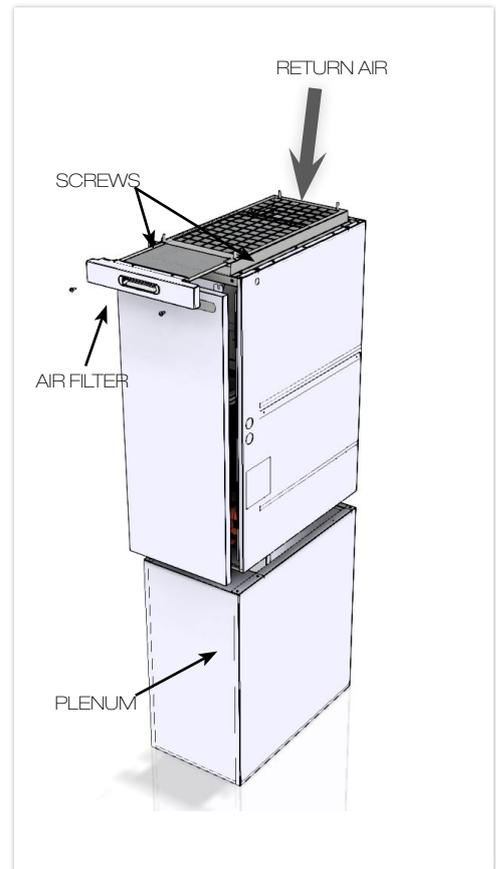

FIGURE 2. DOWNFLOW CONFIGURATION
9.3 DOWNFLOW CONFIGURATION *See Figure 2*